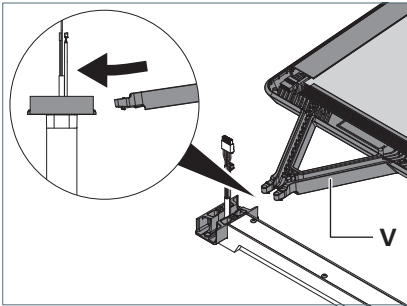

Fig. 12: Leuchtenkopf 1 montieren.
1. Stecken Sie den Tragarm **V** des Leuchtenkopfs leicht nach unten gekippt bis zum Anschlag in den Adapter, siehe Fig. 12.